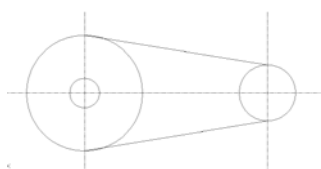

图 6.1 打开素材文件
(1) 启动 AutoCAD 2012 后，打开随书附带光盘 CDR0M / Scene / Cha06 / 面域 01.dwg 素材文件，如图 6.1 所示。
(2) 在【功能区】选项板中选择【常用】选项卡，在【绘图】面板上选择右侧的小三